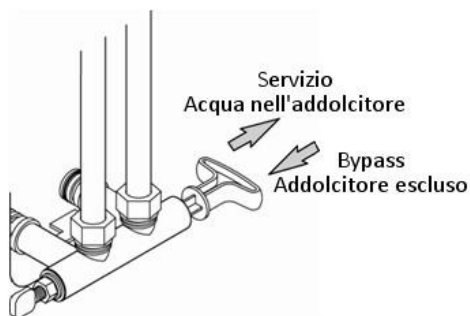

Figura 5 - Funzionamento del bypass
Una volta installato, fare riferimento alla Figura 5 e al paragrafo Regolazione della durezza residua tramite la valvola di bypass a pagina 23 per il funzionamento del bypass.
4. Posizionare il bypass in posizione di servizio (Figura 5) avendo cura di eseguire la manovra delicatamente onde evitare un aumento troppo rapido della pressione nell'addolcitore.